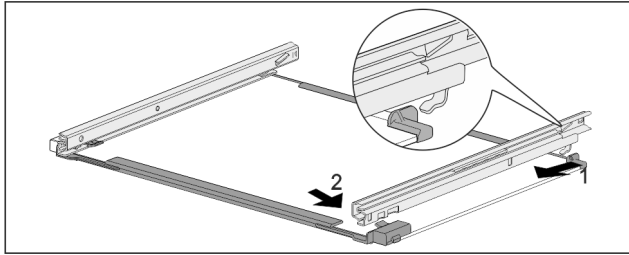

Fig. 181 Tablette en verre avec rails
- ▶ Accrocher le rail à l'arrière. Fig. 181 (1)
- ▶ Accrocher le rail à l'avant. Fig. 181 (2)